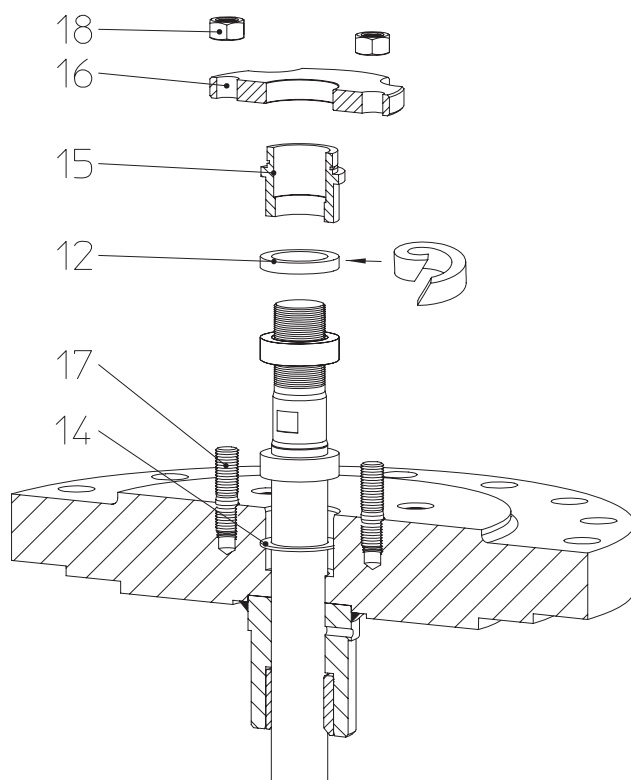
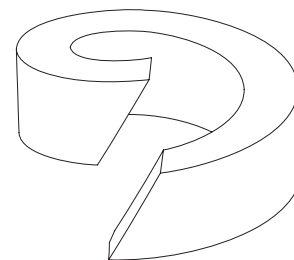

рис. 7
рис. 8: разделенное уплотнительное кольцо
- Вложите новое уплотнительное кольцо (поз. 12), при монтаже руководствуйтесь рис. 7 - рис. 8.
Если используется разделенное уплотнительное кольцо, при раскрое следите за тем, чтобы разрез был наклонным, как показано на рисунке рис. 8.